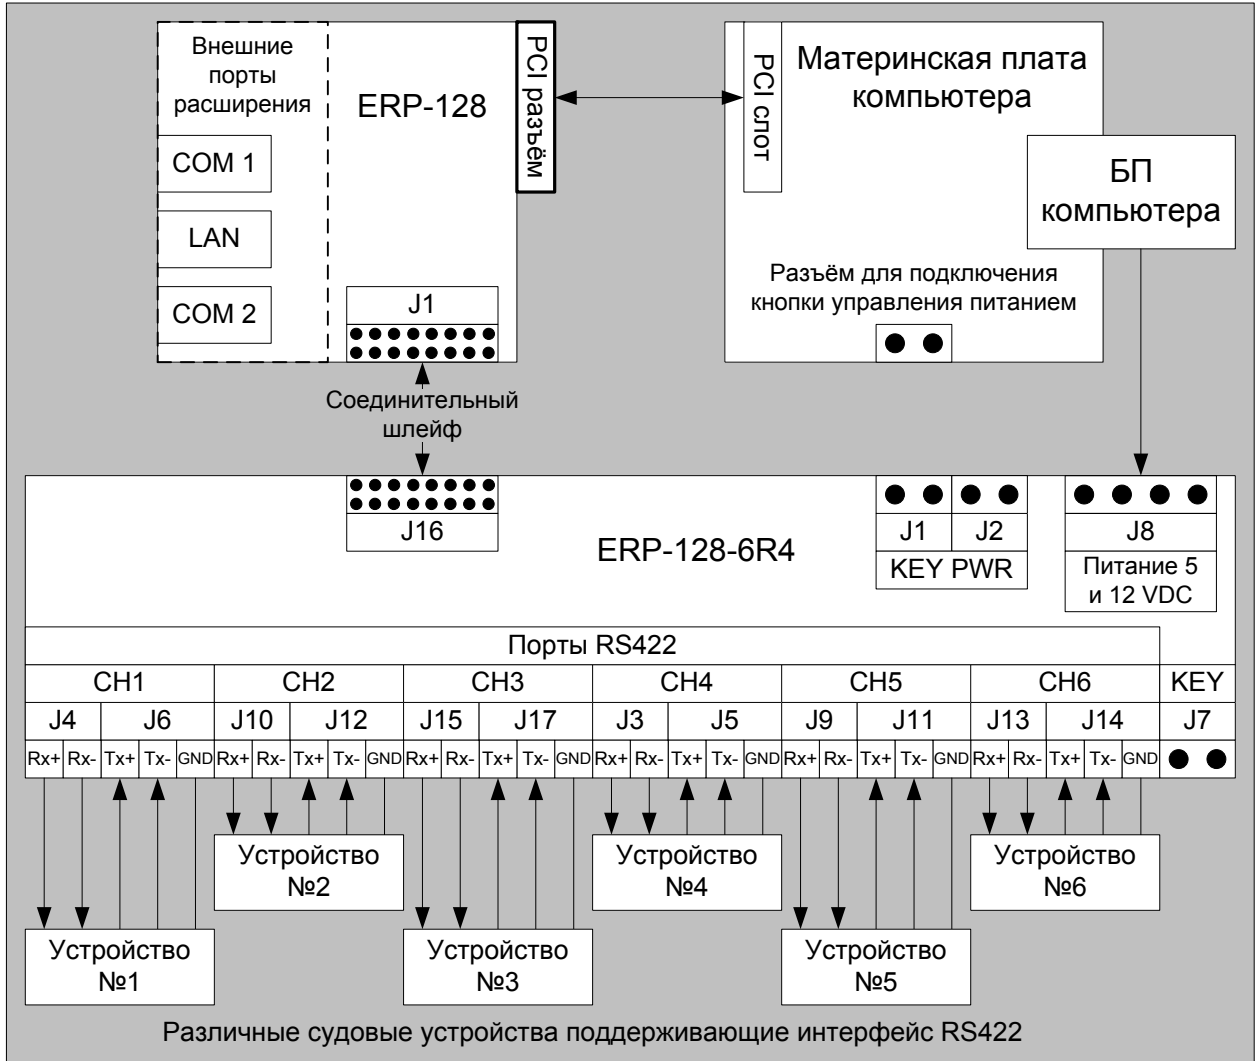

Рисунок 1 Общая схема подключения расширителя портов к компьютеру.
6. Используя подготовленный или готовый шлейф, подключите дополнительную плату РП ERP-128-6R4 к основной плате РП ERP-128 (смотрите Рисунок 1);
7. Подключить питание к дополнительной плате ERP-128-6R4 от блока питания компьютера (смотрите Рисунок 1). Разъём питания платы ERP-128-6R4 рассчитан на подключение стандартного штекера питания блока питания компьютера.